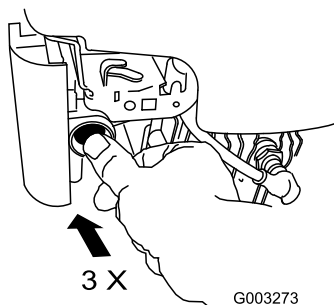

Figura 17
1. Apriete el cebador 3 veces con el dedo pulgar, presionando con fuerza, y manteniendo la presión durante un segundo antes de soltarlo (Figura 17).